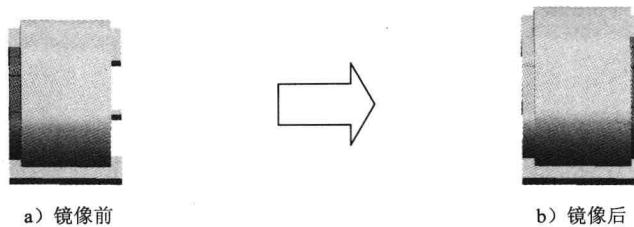

图 1.11 镜像 1
Step6. 创建图 1.11 所示的镜像 1，在 **阵列** 区域中选择 命令，选取拉伸特征 3 作为镜像特征，单击 按钮；选取前视图 (XZ) 平面作为镜像中心平面，单击“镜像”命令条中的 **完成** 按钮，完成镜像 1 的创建。